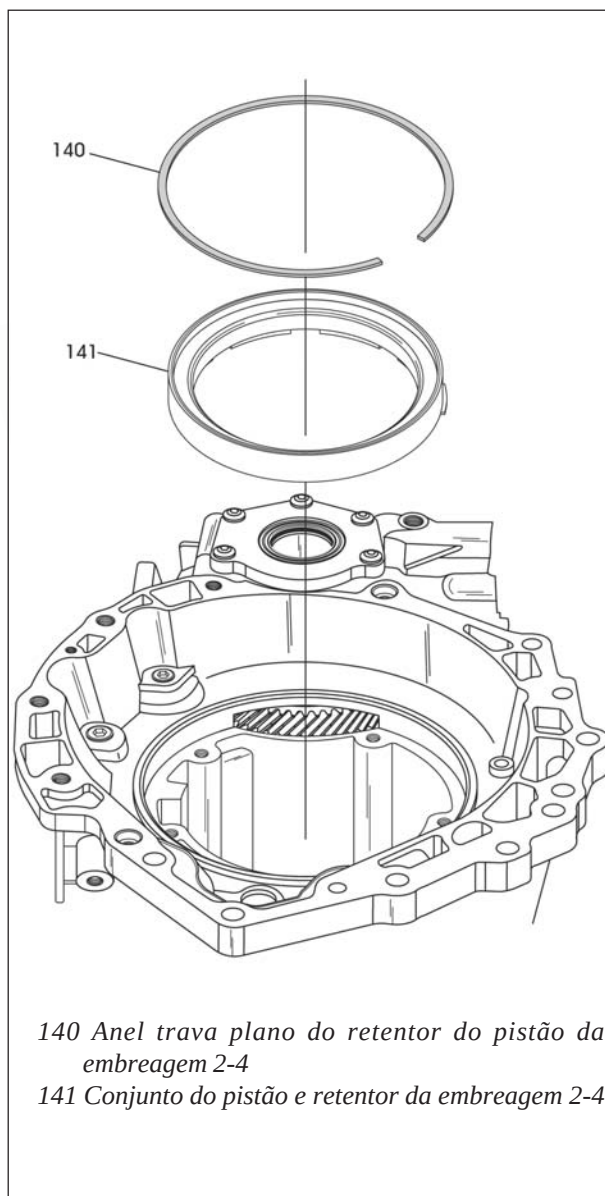

Figura 250
41. Instale o retentor da embreagem 2-4 com o pistão, conforme mostra a figura 250.
42. Comprima o retentor e instale o anel trava do retentor da embreagem 2-4, conforme mostra a figura 250.